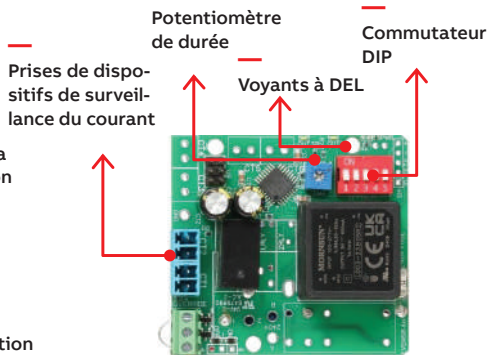

Figure 2\*
- 2- Insérez les deux connecteurs du dispositif de surveillance du courant dans les prises correspondantes sur la carte de commande. Référez-vous à la figure 2, p.7.
- Vérifiez que les connecteurs et les fils de dispositif de surveillance du courant sont bien insérés dans les prises respectives (ports bleus), puis rétablissez l'alimentation. Référez-vous à la figure 2.